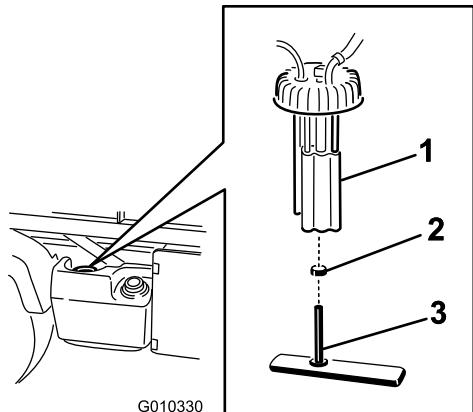

Figura 50
2. Estraete il connettore di cablaggio fili dalla pompa del carburante (Figura 50)
3. Allentate la fascetta stringitubo e scollegate i tubi del carburante dal tappo della pompa del carburante (Figura 50).
4. Svitate il tappo della pompa del carburante dal serbatoio del carburante (Figura 50).
5. Rimuovete il gruppo pompa e filtro del carburante dal serbatoio (Figura 50).
6. Rimuovete la fascetta che fissa il filtro del carburante ai raccordi della pompa del carburante. Rimuovete il tubo dai raccordi (Figura 50).